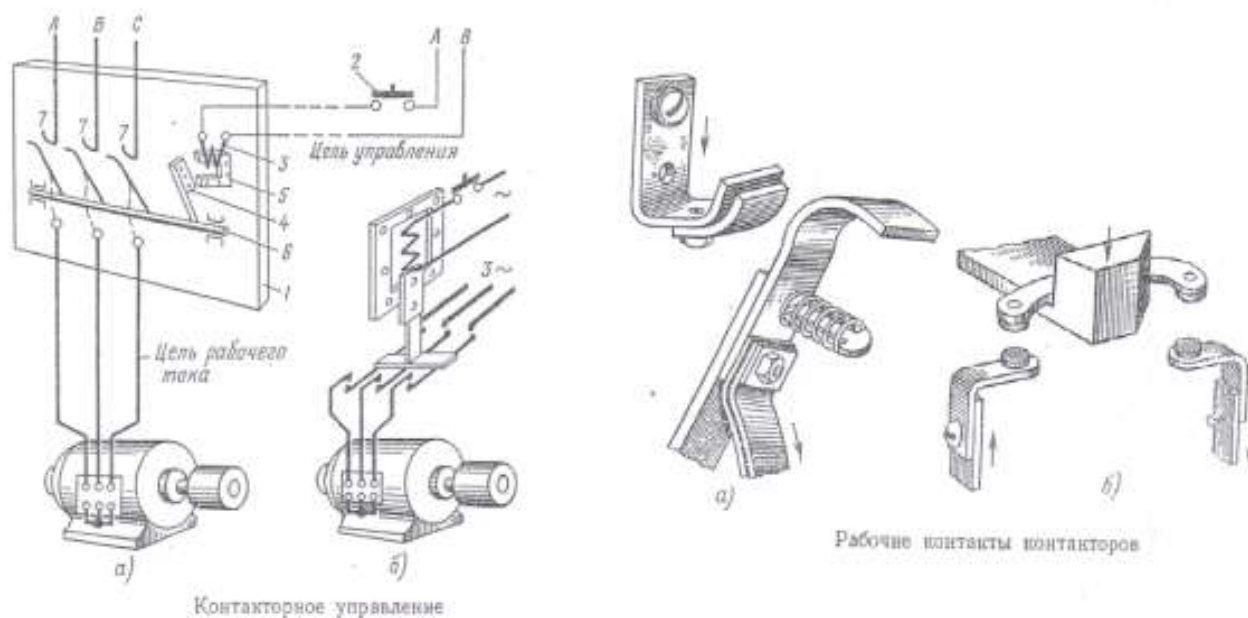

Рис.1. Контакторное управление и рабочие контакты контакторов
- **Контактёр постоянного, переменного тока** – это электромагнитный аппарат, предназначенный для частых дистанционных включений и отключений силовой электрической цепи. С помощью контактора к электрической цепи можно, например, подключать электрический двигатель (Рис.1). Контактёр отличается от электромагнитных